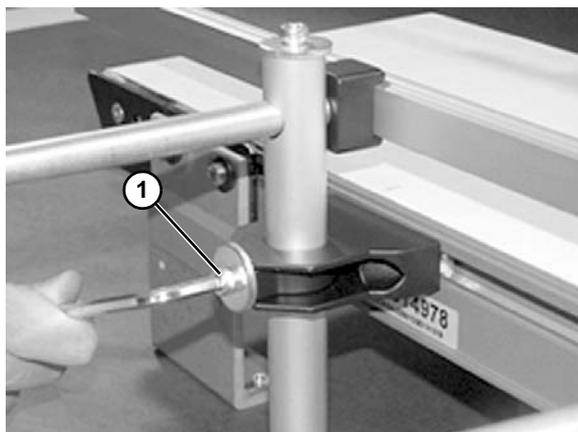

Abbildung 23
7. Schienenhöhe mit der unteren Schraube einstellen (**Abbildung 23, Teil 1**).